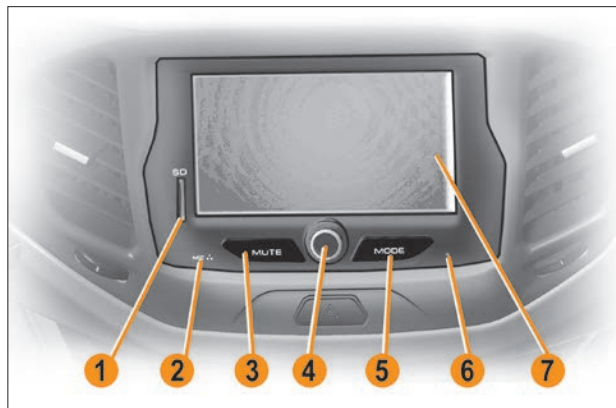

Рис. 3. Мультимедийное навигационное оборудование
2.1.1 Включение ОММН осуществляется кратковременным нажатием (1-2 сек.) на ручку энкодера **4** (рис. 3).
2.1.3 Для выключения ОММН кратковременно нажмите ручку энкодера **4** (рис. 3) и удерживайте ее в нажатом положении до выключения дисплея.
2.1.4 Для перезагрузки ОММН тупым тонким стержнем нажмите и удерживайте в течение 2-3 сек. кнопку Reset **6** (рис. 3). После перезагрузки ОММН переходит в режим «Радио» с прослушиванием первой сохраненной радиостанции.